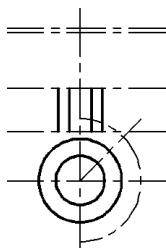

图 5-118 绘制中间的竖直线
(1) 单击“默认”选项卡“绘图”面板中的“圆”按钮 ，以下部中心线的交点为圆心，绘制半径为 20 和 34 的同心圆。
(2) 单击“默认”选项卡“修改”面板中的“偏移”按钮 ，将竖直中心线分别向两侧偏移 9、18。
(3) 单击“默认”选项卡“绘图”面板中的“直线”按钮 ，分别捕捉竖直中心线与水平中心线的交点绘制 4 条竖直线。
(4) 单击“默认”选项卡“修改”面板中的“删除”按钮 ，删除偏移的在“XDHX”图层中的竖直对称中心线，结果如图 5-118 所示。
(5) 单击“默认”选项卡“绘图”面板中的“圆弧”按钮 ，捕捉交点与中心点，绘制竖直直线上方 R18 圆弧，命令行提示与操作如下：